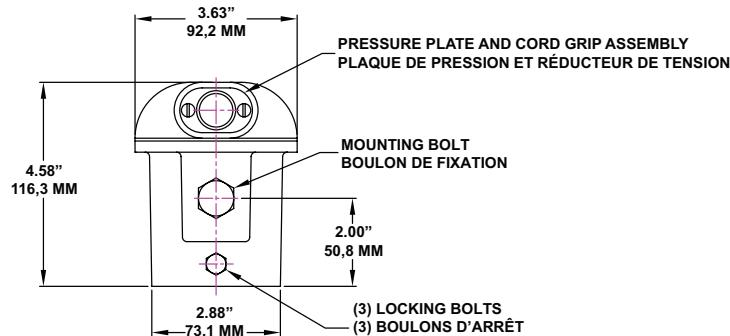

Figure 8: Poletop Slip-Fitter (P/N: G-SF20) | Embout de poteau (réf. : G-SF20)
1. Loosen the two screws on the pressure plate for cord/cable entrance. See Figure 8.
Desserrez les deux vis de la plaque de pression pour permettre l'entrée du cordon/câble. Reportez-vous à la Figure 8.
See Figures 8 & 9.
Montez le luminaire avec l'étrier sur l'embout de poteau à l'aide du boulon de fixation (fourni). Serrez le boulon de fixation en place. Reportez-vous aux Figures 8 et 9.